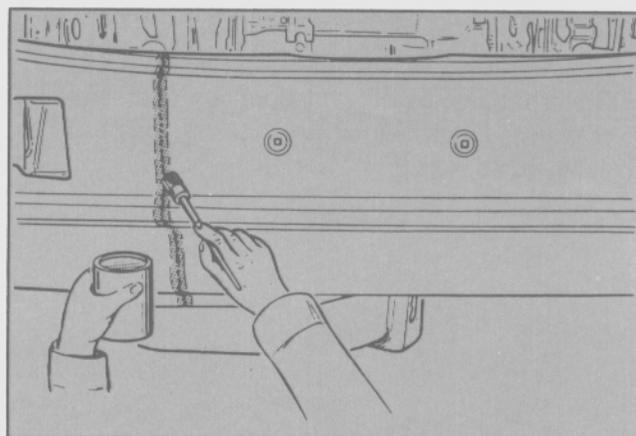

Fig. 31
- Con el fin de evitar la corrosión en las uniones, se cubren todas las superficies de contacto de la carrocería y las piezas de repuesto con pintura imprimidora soldante con alto contenido de zinc (Fig. 31). (Ver sección 6A de este mismo capítulo).